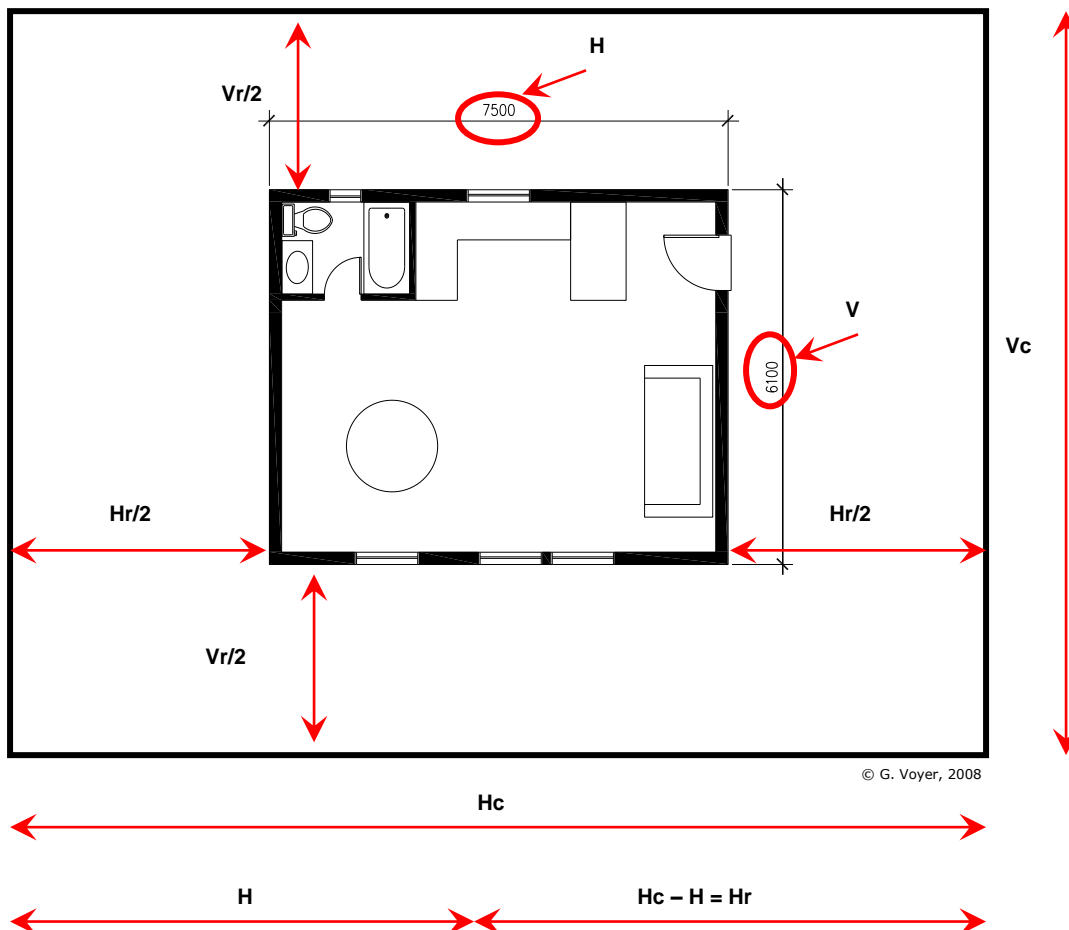

Figure 5
1. Calculez ou mesurez les dimensions totales du bâtiment **(H)** et **verticalement (V)**, tel que réalisé au cours de l'activité 1.
2. Mesurez les dimensions du **cadre de la feuille 11" x 17"** à la même échelle (**Hc** et **Vc**). Les mesures, dont la hauteur du cadre (**Hc**), apparaissent sur la figure 5.